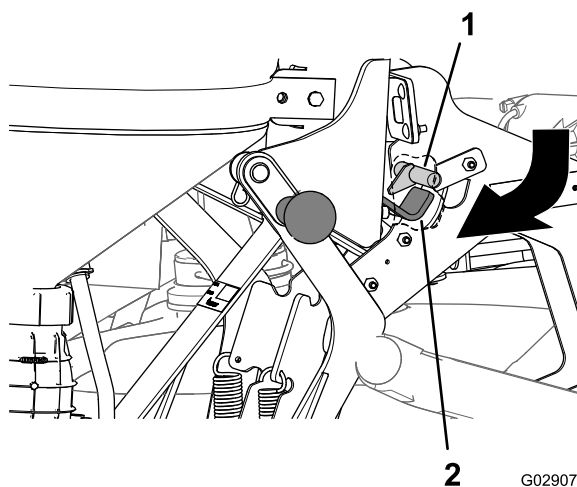

Figura 38
3. Tire de la manija del eyector hacia fuera y hacia abajo hasta que el gancho del cierre, en el lado interior de la chapa trasera, se libere de la varilla de enganche del bastidor principal (Figura 38).
3. Empuje hacia dentro las manijas de la parte superior del soporte hasta que el gancho del cierre quede detrás de la varilla de enganche del bastidor principal (Figura 38).